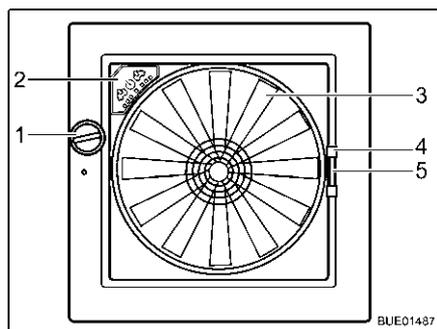

Fig. 71 Claraboya Omni-Vent
- Abrir:** ■ Girar el botón giratorio (Fig. 71,1) hasta alcanzar el ángulo de apertura deseado.
- Cerrar:** ■ Girar el botón giratorio (Fig. 71,1) hasta que la claraboya esté completamente cerrada.
- Cerrar:** ■ Tirar del tirador (Fig. 71,4) de la protección contra insectos hacia el lado opuesto del marco.
- Cerrar:** ■ Comprimir el tirador (Fig. 71,5) del oscurecedor.
Cuando la claraboya está abierta, el interior del vehículo se puede ventilar con el ventilador de 6 niveles (Fig. 71,3). El ventilador se maneja a través del cuadro de mando (Fig. 71,2).